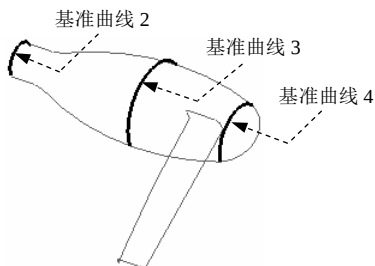

图 6.7.56 选择第二方向曲线
② 选择第二方向曲线。单击操控板中的第二方向曲线操作栏，按住 **Ctrl** 键，依次选择基准曲线 2、基准曲线 3 和基准曲线 4（图 6.7.56）为第二方向边界曲线。